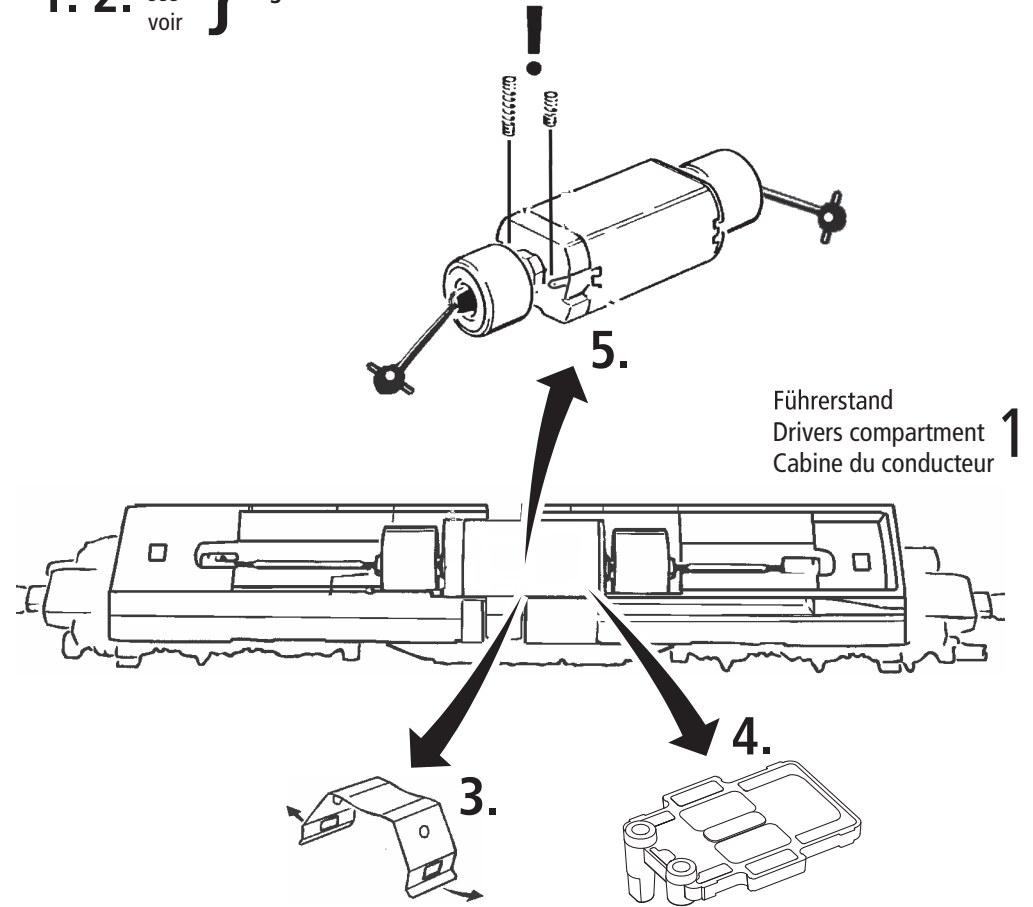

Fig. 10
**Schleiferwechsel:** siehe Fig. 10
**A.C. pick up:** see fig. 10
**Remplacement courant alternatif:** voir fig. 10
**4. Remplacement du moteur:** Démontez la caisse (voir fig. 3). Démontez ensuite le moteur (fig. 10).